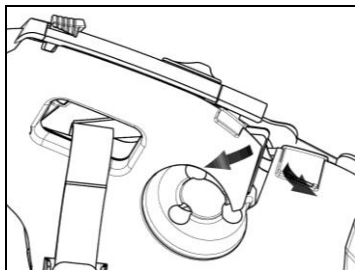

Fig. 15
- Sollevare il rivestimento plastico del guanciale (Fig. 15).